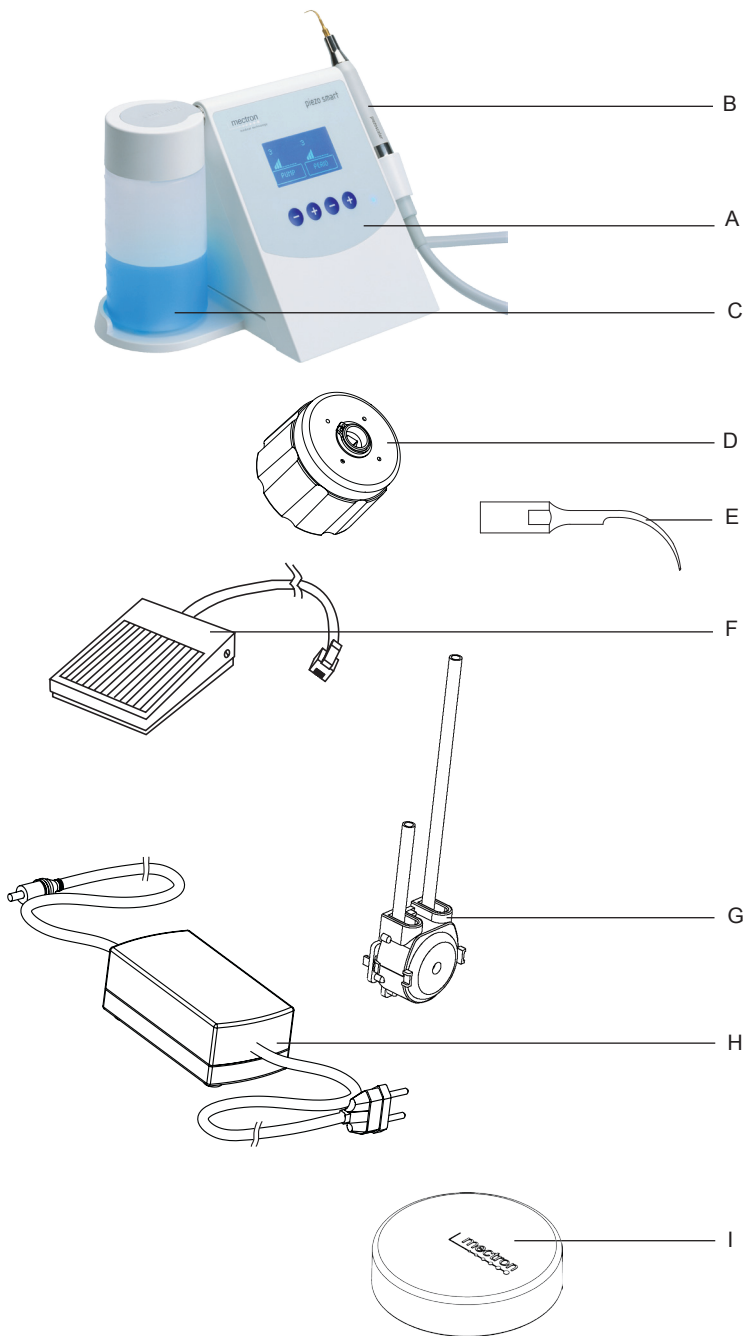

Fig. 3
- 1 Cuerpo del aparato (Fig.3 - Ref.A).
- 1 Pieza de mano ablator (Fig.3 - Ref.B).
- 2 Frascos (Fig.3 - Ref.C).
- 1 Llave dinamométrica K6 (Fig.3 - Ref.D).
- 1 Kit de insertos, compuesto por 4 insertos.(Fig.3 - Ref.E).
- 1 Pedal con cable y enchufe (Fig.3 - Ref.F).
- 1 Bomba peristáltica (Fig.3 - Ref.G).
- 1 Alimentador externo (Fig.3 - Ref.H).
- 2 Tapones para frascos (Fig.3 - Ref.I).
- 3 Para conservar mejor el líquido, sustituir el tapón del frasco con acoplamiento con uno sin acoplamiento (Fig.3 - Ref.I).
El pedal (Fig.3 - Ref.F) para la conformidad.